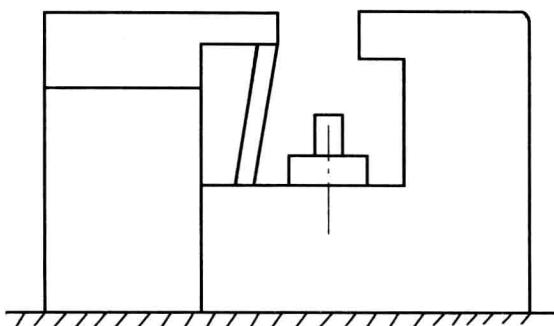

图1-1 齿轮加工机床示意图
**【例1】** 安装一台齿轮加工机床，本体安装，重10t，如图1-1所示，计算其相关工程量。